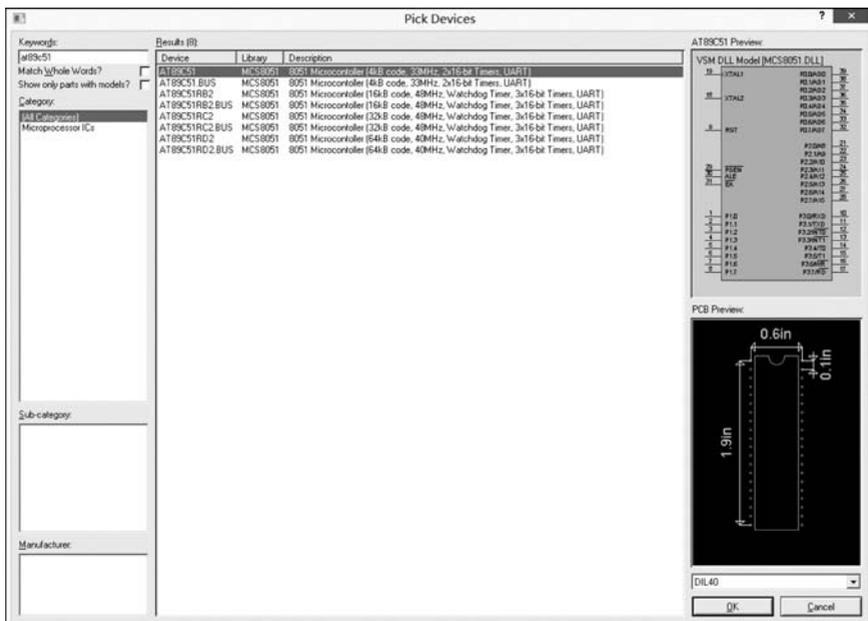

图 5-17 元件选择窗口
(2) 在主要模型下选择 Component Mode 选择元件工具,然后再单击窗口右上角的按钮 P,如图 5-15 所示,打开如图 5-17 所示的元件选择窗口。